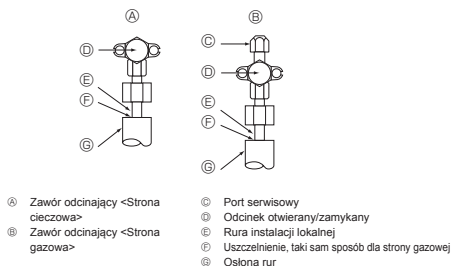

Fig. 5-4
5.4. Metoda testowania szczelności rur czynnika chłodniczego (Fig. 5-4)